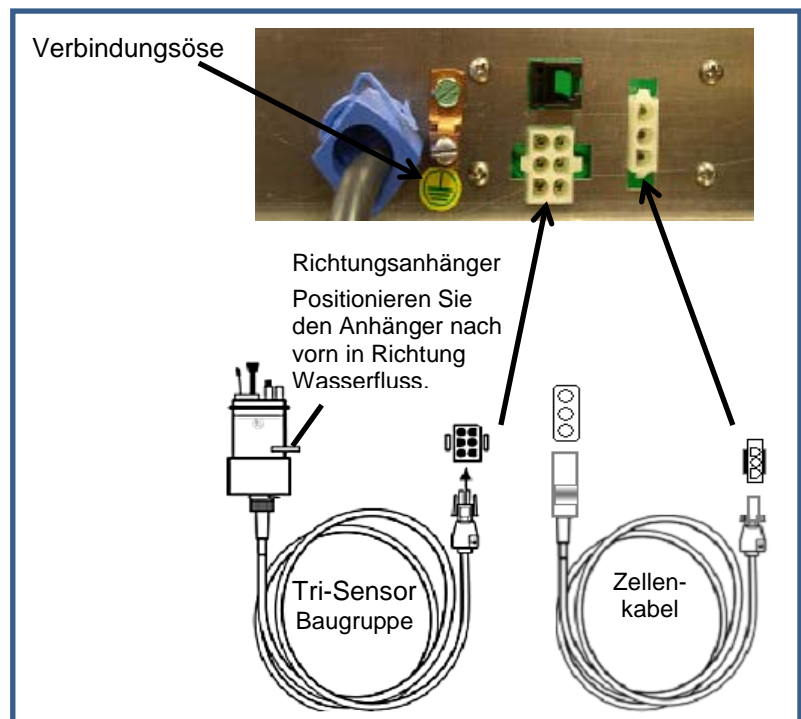

Abbildung 8
- Verbinden Sie das grüne Erdungskabel mit der Anschlussmasse. Siehe Verbindungsöse Abbildung 8